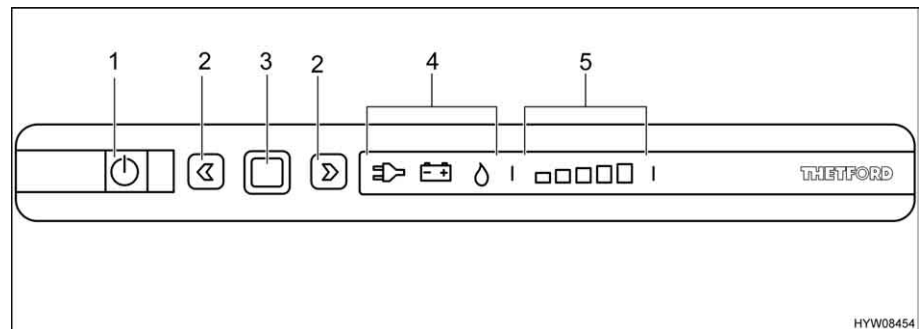

Bild 172 Reglage, knappar för kylskåpet
Det aktuella driftläget visas med en tänd symbol (Bild 172,4) på kontrollenheten.
När kylskåpet slås på väljs automatiskt den senast valda termostatinställningen. Denna inställning kan ändras manuellt med pilknappen (Bild 172,2). De lysande staplarna på kylnivåinstrumentet (Bild 172,5) visar den valda termostatinställningen. Med hjälp av pilknapparna ställs kyltemperaturen in för alla tre energikällorna. Det tar alltid några timmar innan man har en normal drifttemperatur i kylskåpet. Om en omkoppling sker till ett andra driftläge förändras termostatinställningen inte. Kyltemperaturen bibehålls oberoende av den valda energikällan.
- Tryck på på/av-knappen (Bild 172,1) i en sekund. Knappen (Bild 172,1) lyser grönt. Efter ca 10 sekunder dimmas indikeringen automatiskt för att spara ström.
- Tryck på bekräftelseknappen (Bild 172,3). Den aktuella inställningen för driftläget visas.
- Om inte driftläget gas har ställts in: Ändra inställningen genom att trycka på bekräftelseknappen (Bild 172,3) i ca 2 sekunder.
- Välj driftläget gas med hjälp av pilknapparna (Bild 172,2). Nu är gastillförseln öppen. Tändning sker automatiskt. Ett tickande ljud hörs tills tändningsproceduren är klar.
- Tryck ned bekräftelseknappen (Bild 172,3) i cirka 2 sekunder.
- Tryck på bekräftelseknappen (Bild 172,3) igen. Kylningsnivån indikeras med de lysande staplarna (Bild 172,5).
- Ändra inställningen genom att trycka på pilknapparna (Bild 172,2) tills önskad inställning visas.
- Tryck på på/av-knappen (Bild 172,1) i cirka 2 sekunder. Alla lampor slocknar. Kylskåpet är avstängt.
- Om inte gasdriftläget 230 V-drift är inställt: Ändra inställningen genom att trycka på bekräftelseknappen (Bild 172,3) i ca 2 sekunder.
- Med pilknapparna (Bild 172,2) väljer du 230 V-drift.
- Om inte gasdriftläget 12 V-drift är inställt: Ändra inställningen genom att trycka på bekräftelseknappen (Bild 172,3) i ca 2 sekunder.
- Med pilknapparna (Bild 172,2) väljer du 12 V-drift.